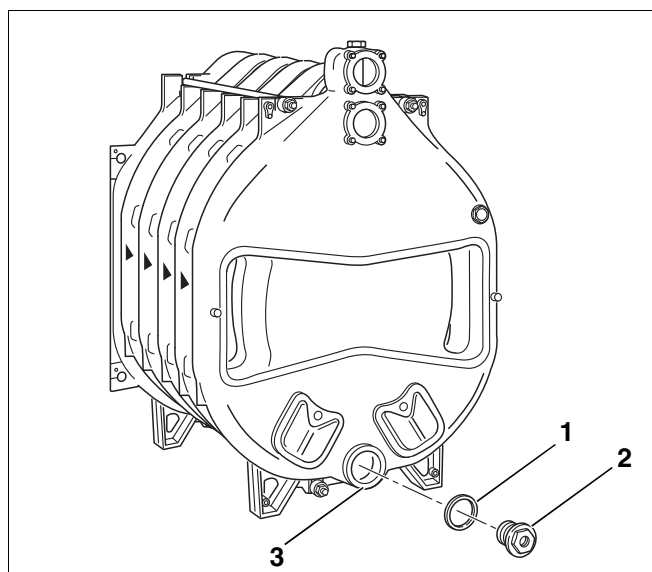

Fig. 21 Montage – bride
- ▶ Fermer le moyeu inférieur (fig. 21, [3]) à l'avant et à l'arrière. Pour cela, poser le joint approprié (fig. 21, [1]) sur le moyeu correspondant et étanchéifier le bouchon correspondant.
Le bouchon avec l'alésage fileté $\frac{3}{4}$ " pour le raccordement de remplissage et de vidange (fig. 21, [2]) est monté sur la partie arrière de la chaudière.